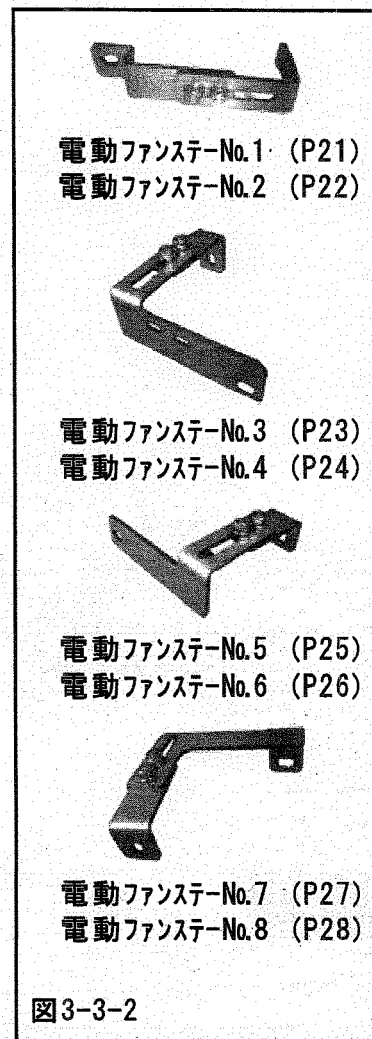

図3-3-2
(1) 電動ファンスターNo. 1～No.8を組立ててください。その際、No.1とNo.2, No.3とNo.4, No.5とNo.6, No.7とNo.8が組になります。(図3-3-2)